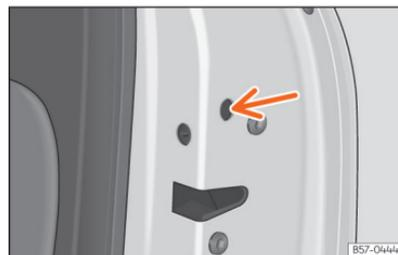

Fig. 57 Trancagem de emergência da porta.
- Coloque a chave na ranhura »» Fig. 57 (seta) e rode-a para a direita (porta do lado direito) ou para a esquerda (porta do lado esquerdo) até ao máximo.